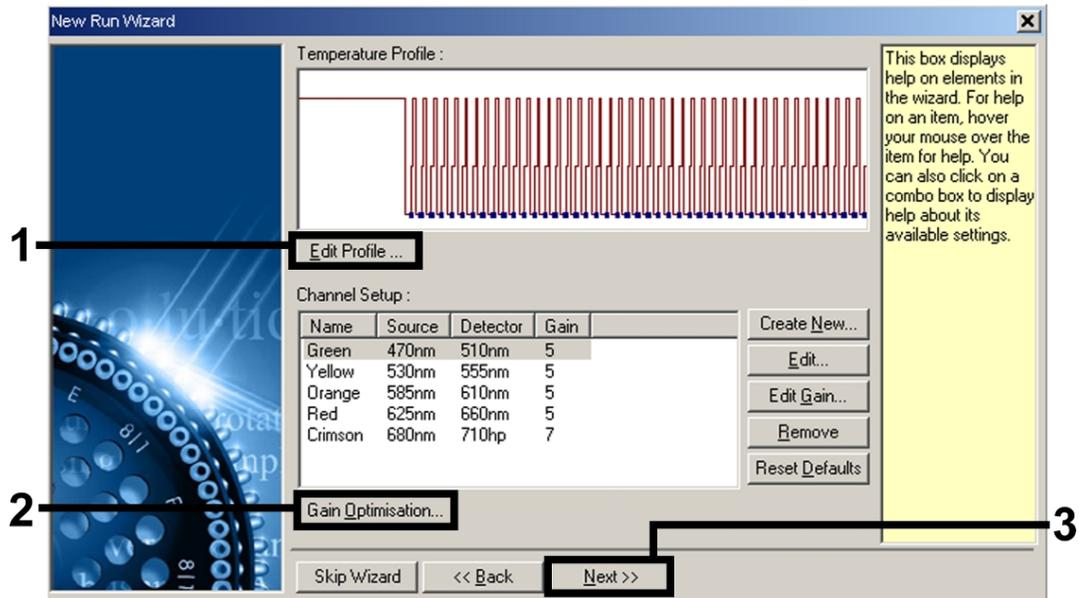

Figura 6. Modifica del profilo.
8. Cliccare sul pulsante “Edit Profile” (Modifica profilo) nella successiva finestra di dialogo “New Run Wizard” (Figura 6) e programmare il profilo termico, come illustrato nelle Figure 6-8.
9. Il range di rilevamento dei canali di fluorescenza deve essere determinato in base all'intensità della fluorescenza nelle provette PCR. Cliccare su "Gain Optimisation" (Ottimizzazione gain) nella finestra "New Run Wizard" (vedere Figura 6) per aprire la finestra di dialogo "Auto-Gain Optimisation Setup" (Setup ottimizzazione auto-gain). Impostare la temperatura di calibrazione su 55 per farla coincidere con la temperatura di annealing del programma di amplificazione (Figura 9).